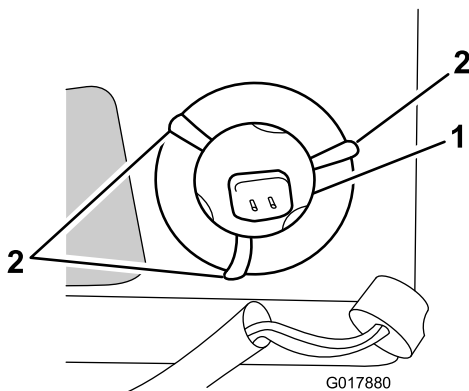

Figura 33
7. Doble las pestañas de alambre del manguito metálico (que sujeta la lámpara) para que no estorben; consulte Figura 33.